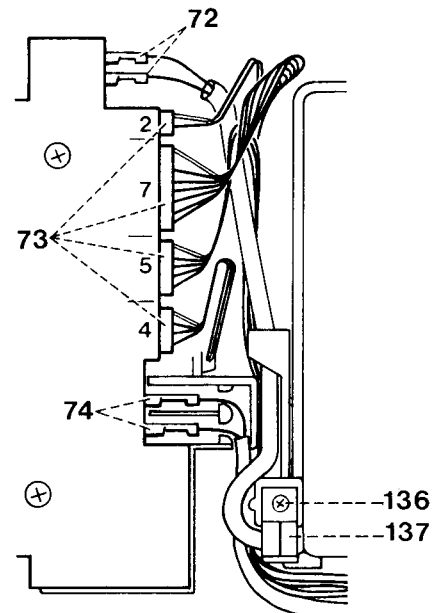

Fig. 48a
- Die zwei Kabel 72 und 74 mit Kabelschuhen abziehen (siehe Abb. 48a).
- Die neue Leiterplatte 151 wie folgt und nach Abb. 48a anschließen.
- Pull off wires 72 and 74 with their terminals (Fig. 48a).
- Connect the new circuit board 151 as follows (Fig. 48a).
- Retirer les deux cordons 72 et 74 avec les cosses (fig. 48a).
- Monter le circuit imprimé 151 comme décrit ci-après et selon fig. 48a.